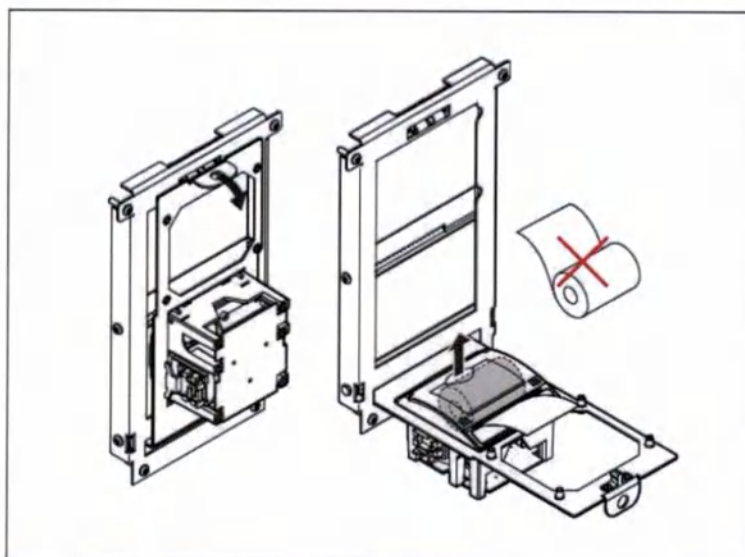

Рис. 7. Замена бумажного рулона для принтера
- Принтер установлен внутри шкафа на специальном кронштейне. Для справки см. Рис. 7. Замена бумажного рулона для принтера страница 52).